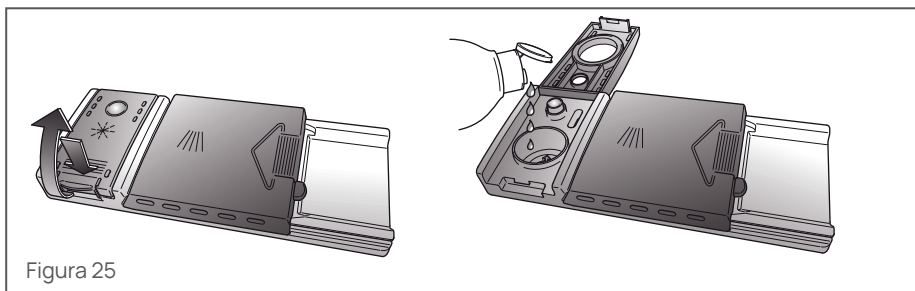

Figura 25
- Para abrir la tapa (Figura 25), apriete en la zona indicada y simultáneamente tire de la lengüeta de apertura.